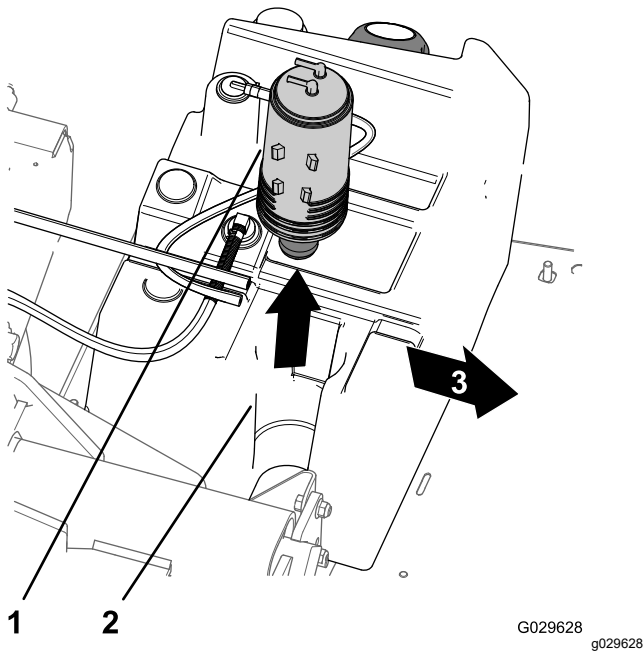

図 45
- 燃料タンクのマウントからカーボンキャニスタを取り出す 図 45。
7. 新しいカーボンキャニスタを、燃料タンクのマウントに取り付ける二つのフィッティング Purge と Fuel tank を後ろに向けて取り付ける 図 45。